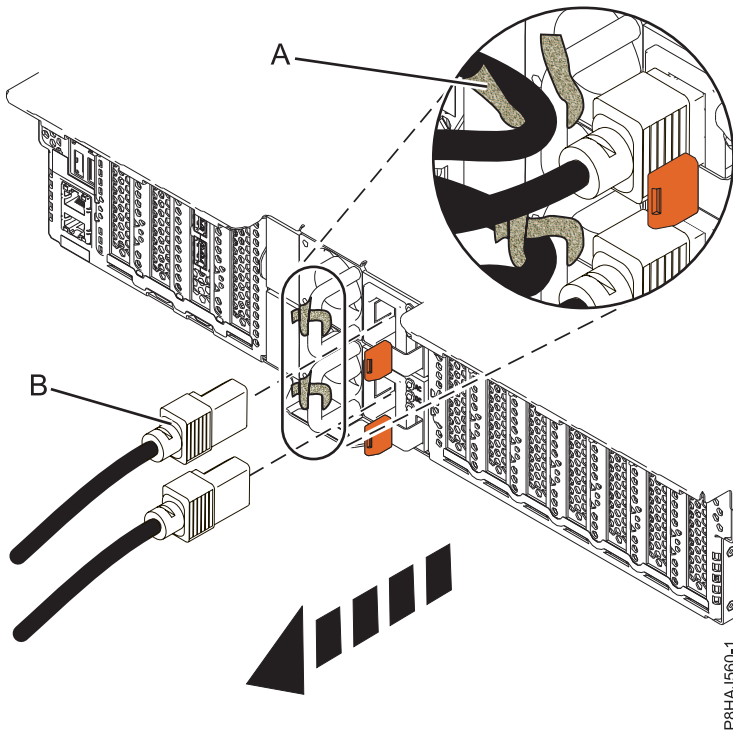
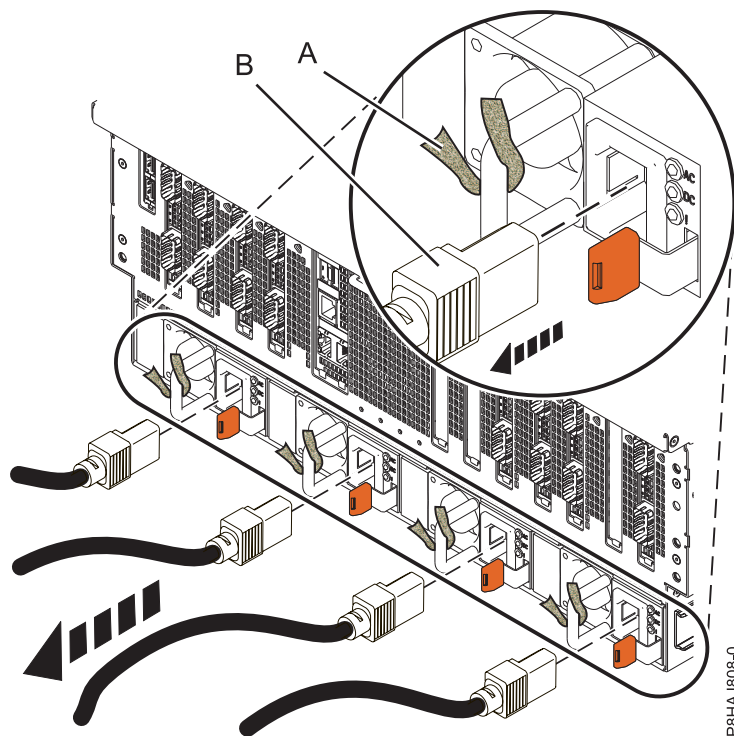

Abbildung 19. Netzkabel bei einem System vom Typ 5148-21L, 5148-22L, 8247-21L, 8247-22L, 8284-21A oder 8284-22A abziehen
Abbildung 20. Netzkabel bei einem System vom Typ 8408-44E oder 8408-E8E abziehen
3. Ziehen Sie die Netzkabel (**B**) von der Systemeinheit ab. Siehe Abbildung Abb. 18 auf Seite 46, Abb. 19 auf Seite 46 oder Abb. 20 auf Seite 47 (abhängig von Ihrem Systemtyp).